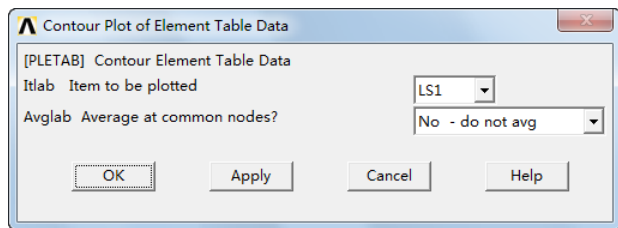
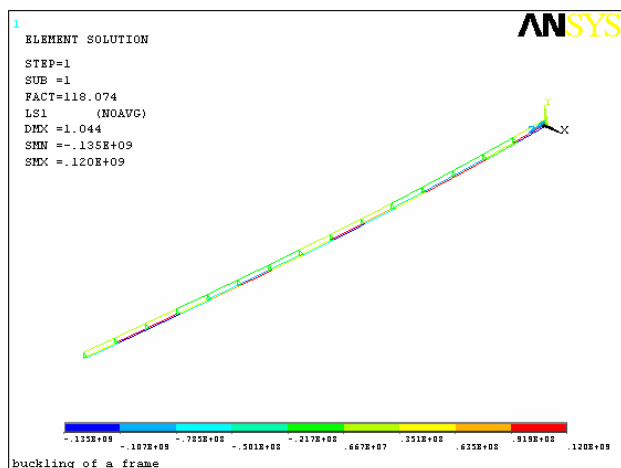
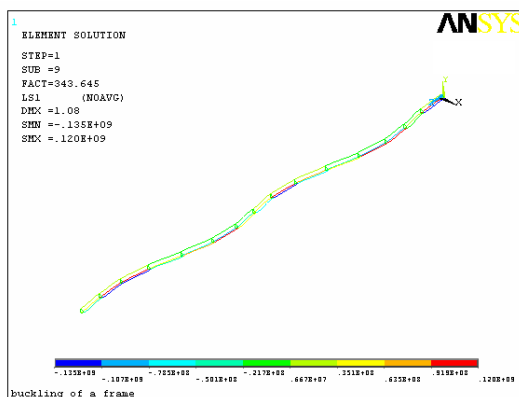

图 15-48 “Contour Plot of Element Table Data”对话框
图 15-49 第一阶屈曲模态相对轴向应力
图 15-50 第十阶屈曲模态相对轴向应力
⑯绘图显示单元表格（该处是显示梁的轴向应力）：Main Menu > General Postproc > Element Table > Plot Elem Table，弹出“Contour Plot of Element Table Data”对话框，如图 15-48 所示，在“Item to be plotted”后面的下拉列表中选择“LS1”，单击“OK”按钮，屏幕显示如图 15-49 所示。
⑮绘图显示单元表格（该处是显示梁的轴向应力）：Main Menu > General Postproc > Element Table > List Elem Table，弹出如图 15-48 所示对话框，在“Itlab”后面的下拉列表中选择“LS1”，单击“OK”按钮，屏幕显示如图 15-50 所示。